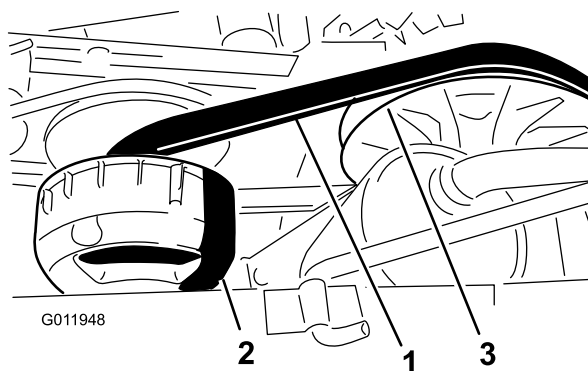

図 66
- ベルト 図 66 を手で回転させながら、磨耗や破損がないかを点検する。
- 2次クラッチを回しながら2次クラッチ部分でベルトを外す (図 66)。
- 1次クラッチからベルトを外す (図 66)。
- 新しいベルトを一次クラッチに掛ける 図 66。